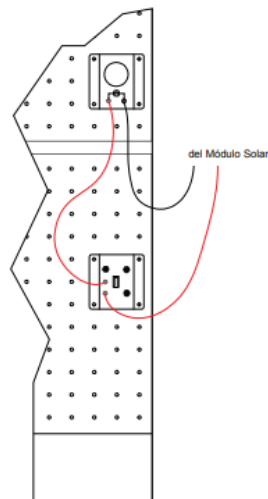

Figura 2-15. Conexión del sistema.
4. Instale un soquete de lámpara de CC en la superficie de trabajo vertical. Ajuste las pestañas de seguridad del módulo y posicione de la manera mostrada en la figura 2-15. Asegúrese que el módulo esté configurado para operar en CC.
5. Instale un interruptor de pared en la superficie de trabajo horizontal. Asegure las pestañas de cada módulo y ubíquelos tal como se muestra en la figura 2-15. Asegúrese que el interruptor de pared esté configurado para operar en CC.
10. El equipo didáctico debe estar conectado de manera similar a lo indicado a en la figura 2-15.